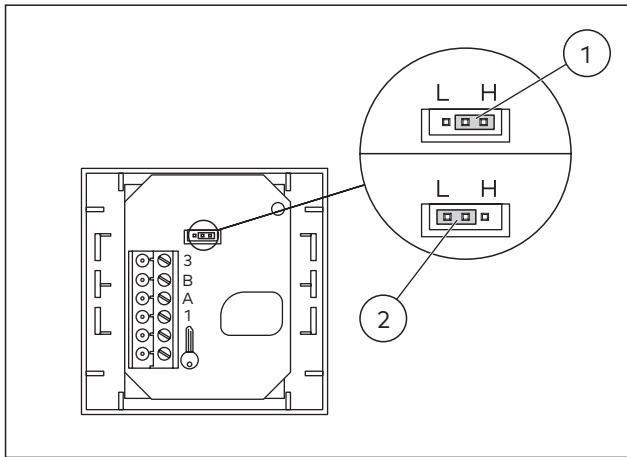

Abb. 101 Jumper-Einstellungen
- Die Jumper in den Programmschaltern sind korrekt eingestellt (Abb. 101).